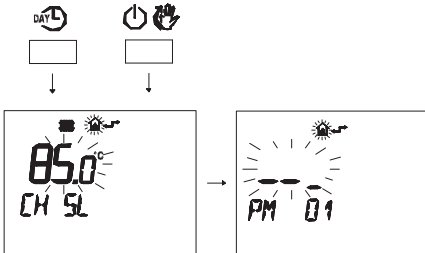

Fig. 5.56
- Premere contemporaneamente i pulsanti DAY e ON per entrare nella programmazione trasparente (Fig. 5.56).